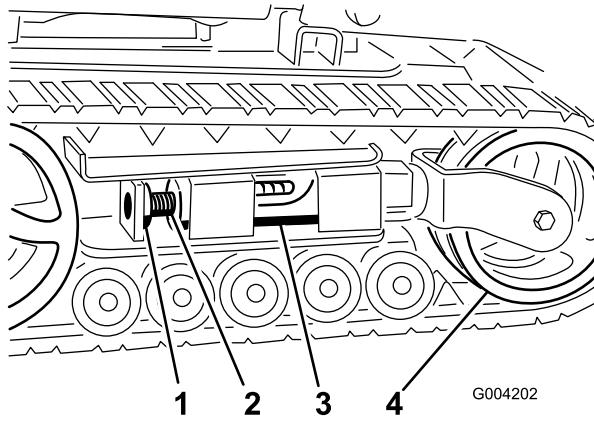
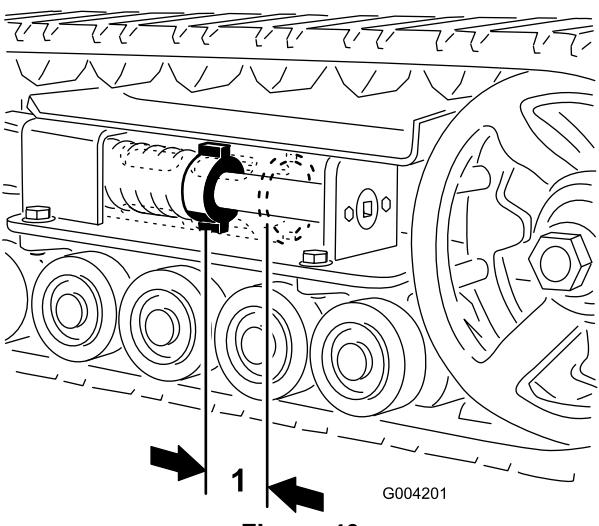
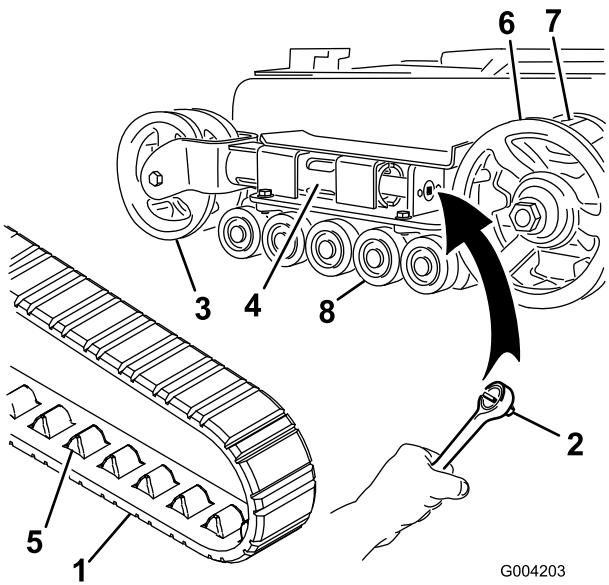
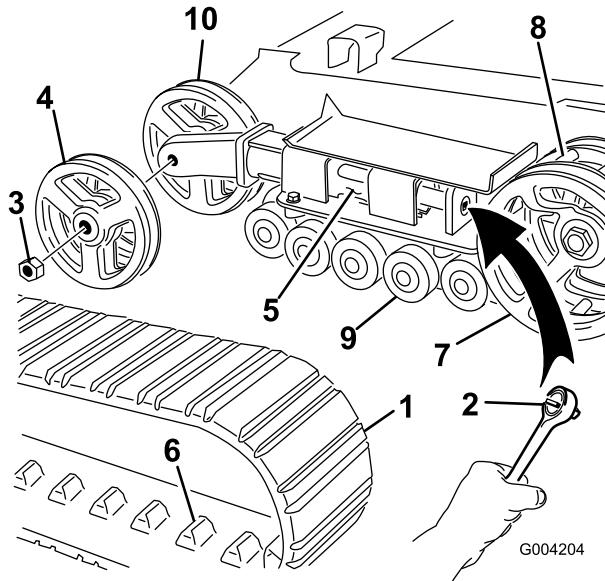

Figure 41
Figure 40
Figure 42
Figure 43
L'écrou de tension et l'arrière du tube de tension doivent être distants de 7 cm (Figure 40). Si ce n'est pas le cas, réglez la tension des chenilles comme suit :
3. Enlevez le boulon et l'écrou de blocage (Figure 41).
4. À l'aide d'une clé à douille de 13 mm (1/2") (Figure 42), tournez la vis de tension dans le sens antihoraire jusqu'à obtention d'un espacement de 7 cm entre l'écrou de tension et l'arrière du tube de tension (Figure 40).
5. Alignez l'encoche la plus proche dans la vis de tension avec le trou du boulon de blocage et fixez la vis avec le boulon et l'écrou de blocage (Figure 41).
4. À l'aide d'une clé à douille de 13 mm (1/2"), tournez la vis de tension dans le sens horaire pour détendre la transmission (Figure 41 et Figure 42).
5. Poussez la roue de tension vers l'arrière de la machine pour appuyer le tube de tension contre le châssis (Figure 42). (S'il ne touche pas le châssis, continuez de tourner la vis de tension jusqu'à ce qu'il le touche).
7. Lorsque la chenille est déchaussée, retirez-la du pignon d'entraînement et des galets de roulement (Figure 42).
8. Pour installer la chenille neuve, commencez par l'enrouler autour du pignon, en veillant à ce que les crampons s'engagent correctement entre les dents du pignon (Figure 42).
9. Poussez la chenille sous et entre les galets de roulement (Figure 42).
11. Tournez la vis de tension dans le sens anti-horaire, de manière à obtenir un écartement de 7 cm entre l'écrou de tension et l'arrière du tube de tension (Figure 40).
4. À l'aide d'une clé à douille de 13 mm (1/2"), tournez la vis de tension dans le sens horaire pour détendre la transmission (Figure 41 et Figure 43).
5. Poussez la roue de tension vers l'arrière de la machine pour appuyer le tube de tension contre le châssis (Figure 43). (S'il ne touche pas le châssis, continuez de tourner la vis de tension jusqu'à ce qu'il le touche).
6. Retirez l'écrou de fixation de la roue de tension extérieure et déposez la roue (Figure 43).
7. Déposez la chenille (Figure 43).
8. Retirez l'écrou de fixation de la roue de tension intérieure et déposez la roue (Figure 43).
12. Posez la roue de tension intérieure et fixez-la avec l'écrou retiré précédemment (Figure 43).
14. Posez la chenille neuve en prenant soin que les crampons s'engagent entre les dents au centre du pignon (Figure 43).
15. Posez la roue de tension extérieure et fixez-la avec l'écrou retiré précédemment (Figure 43).
17. Tournez la vis de tension dans le sens anti-horaire, de manière à obtenir un écartement de 7 cm entre l'écrou de tension et l'arrière du tube de tension (Figure 40).